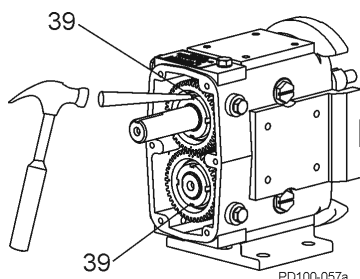

Figura 63 -Doble la lengüeta de bloqueo Arandelas de seguridad
7. Doble la lengüeta de bloqueo de las arandelas de seguridad en las ranuras de la tuerca de bloqueo, asegurando la tuerca de seguridad del engranaje en su lugar (Figura 63).